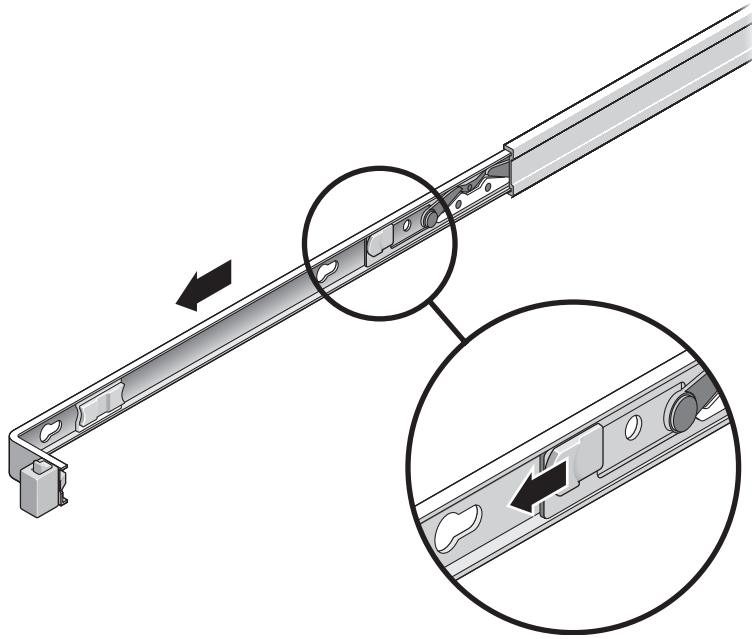

FIGURA 2-2 Ubicación del pestillo del soporte de montaje
- c. Deslice el pestillo del soporte de montaje en la dirección que indica la FIGURA 2-2 y retire el soporte de la guía.